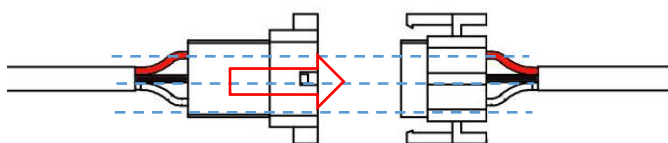

图 8 防水接头安装说明
3.2.6 然后，将穿过底座线端的防水接头和产品主体上的防水接头按图 8 所示对插接好插牢（接防水接头时应保证同颜色的线芯相互对齐）。